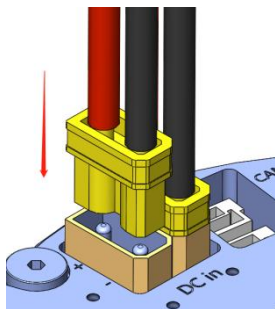
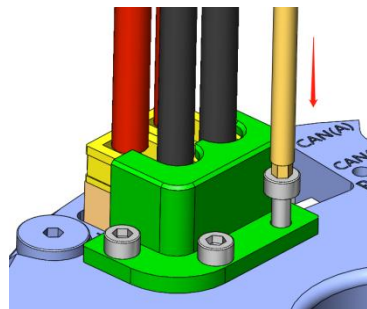

图 6-7 插入电源端子母头
图 6-8 安装插头固定件
2、为避免关节模组在使用过程中受到振动、拉扯等因素造成电源端子松脱以及接触不良，连接电源端子后需要安装插头固定件，安装步骤为：1）电源端子母头焊接好电源线；2）插入电源端子母头（如图 6-7 所示）；3）安装插头固定件并锁紧固定（如图 6-8 所示）。